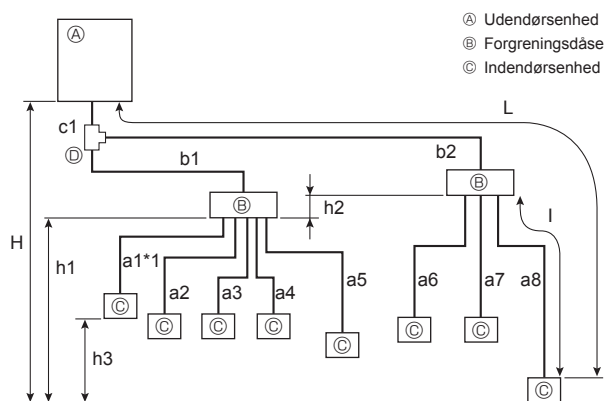

Fig. 4-2
4.1.2. Tilslutning med forgreningsboks (Fig. 4-2)